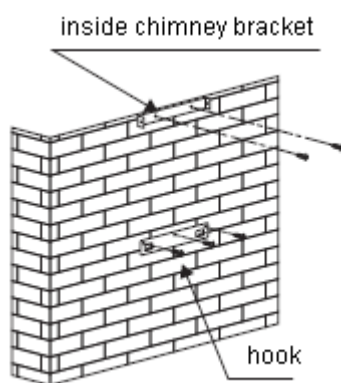

fig. 2
- Calcule a altura final para fixar o apoio em U do suporte da chaminé (fig. 2).
- Faça os 2 orifícios de 8 mm e fixe o apoio do suporte da chaminé certificando-se de que fica exactamente no eixo do exaustor (fig. 2).